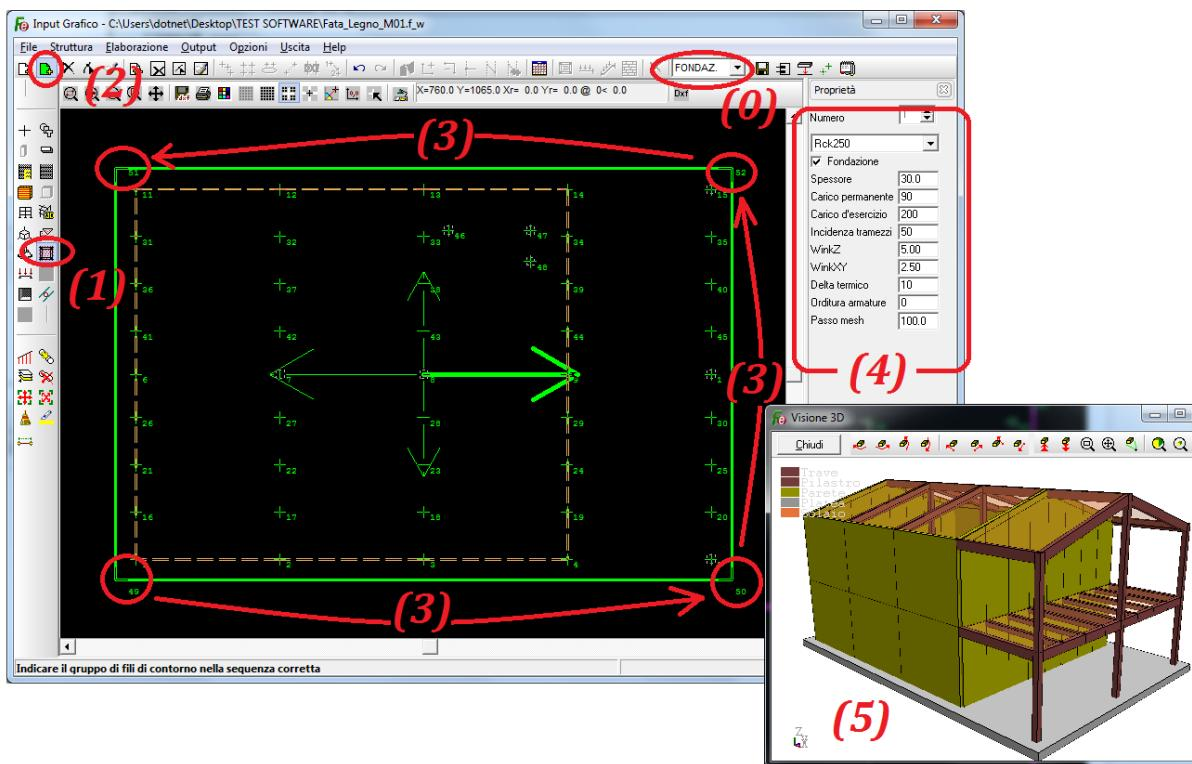

Figura 34
Con riferimento alla figura 34 cliccare sul tasto (1) “*Fili fissi*” e poi sul tasto “*Fili fissi a maglia*” (2). Impostare tutti i parametri di collocazione (3) così come indicato nella figura.